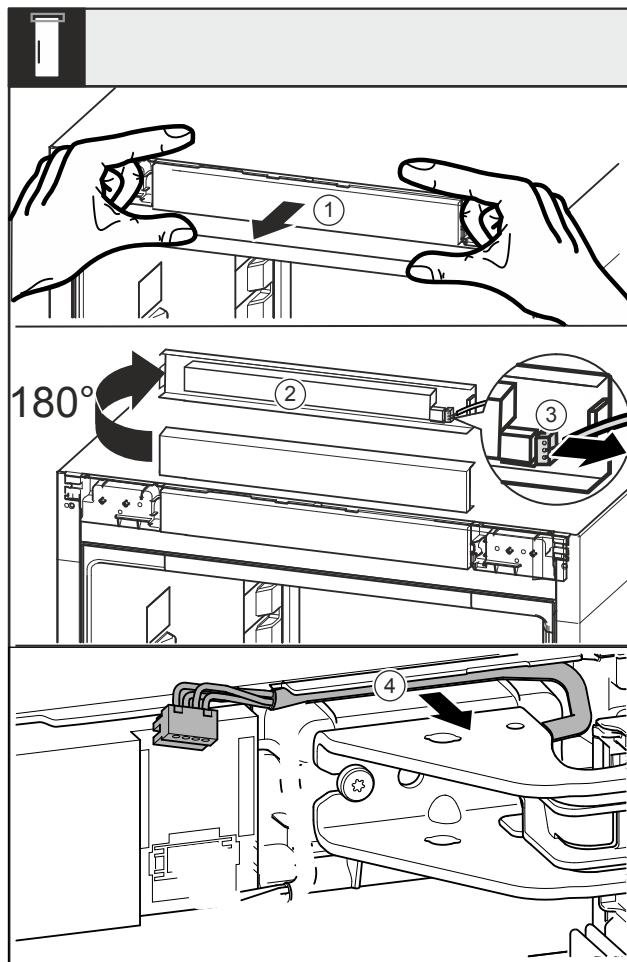

Fig. 16
- ▶ Uvolněte záslepku Fig. 16 (1) směrem dopředu.
- ▶ Záslepku Fig. 16 (2) otočte o 180° nahoru.
- ▶ Západku na zástrčce Fig. 16 (3) zatlačte dozadu a opatrně vytáhněte zástrčku.
- ▶ Kabel Fig. 16 (4) nad stojanem ložiska uvolněte z vedení.